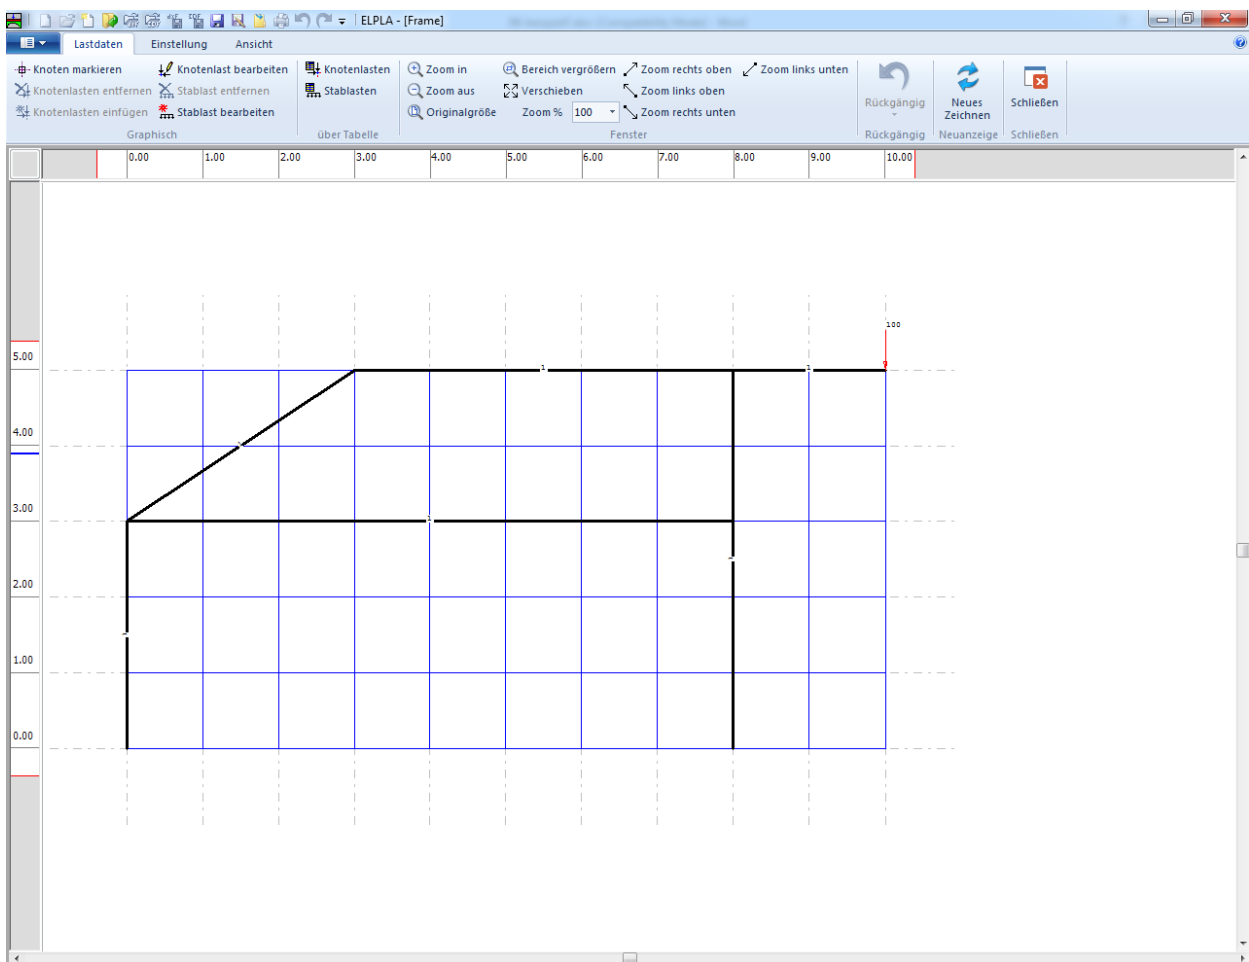

Bild 7.29 Vertikale Knotenlast auf dem Bildschirm
Nach der Definition der vertikalen Knotenlast sollte der Bildschirm wie das folgende Bild 7.29 aussehen.
- Wählen Sie den Befehl "Speichern" aus dem "Datei"-Menü im Bild 7.29, um die Lastdaten zu speichern